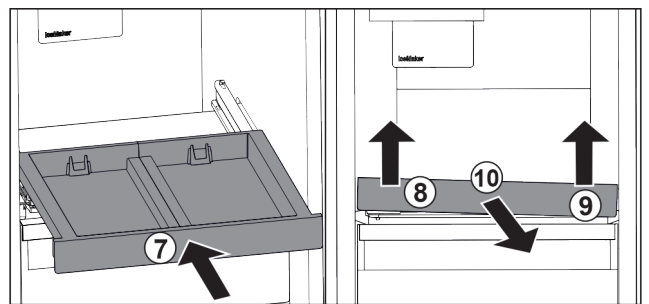

Fig. 196
- ▶ Вставьте выдвижную панель. Fig. 196 (7)
- ▶ Приподнимите выдвижную панель спереди слева. Fig. 196 (8)
- ▶ Приподнимите выдвижную панель спереди справа. Fig. 196 (9)
- ▶ Извлеките выдвижную панель движением вперед. Fig. 196 (10)